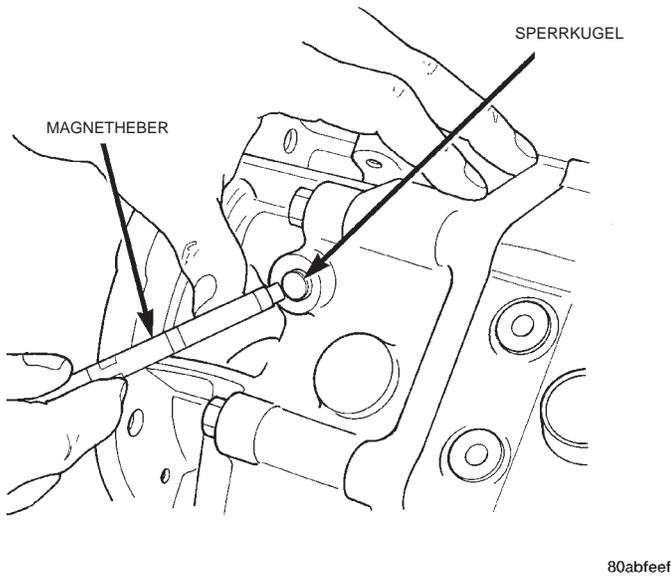

Abb. 44 Sperrkugel einsetzen
(16) Die Sperrkugel in die Bohrung im Gehäuse einsetzen (Abb. 44).